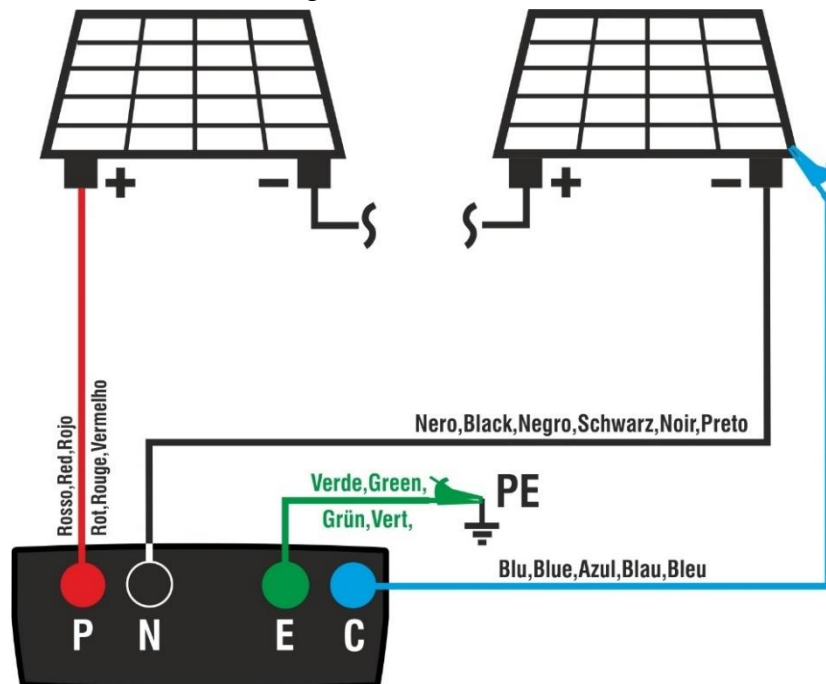

Fig. 11: Collegamento per test IVCK senza unità remota
5. Collegare lo strumento al modulo/stringa in prova ed eventualmente al nodo principale di terra dell'impianto e alle masse metalliche messe a terra come mostrato in Fig. 11. In particolare, collegare il polo Negativo in uscita dal modulo/stringa al terminale N e il polo Positivo in uscita dal modulo/stringa al terminale P